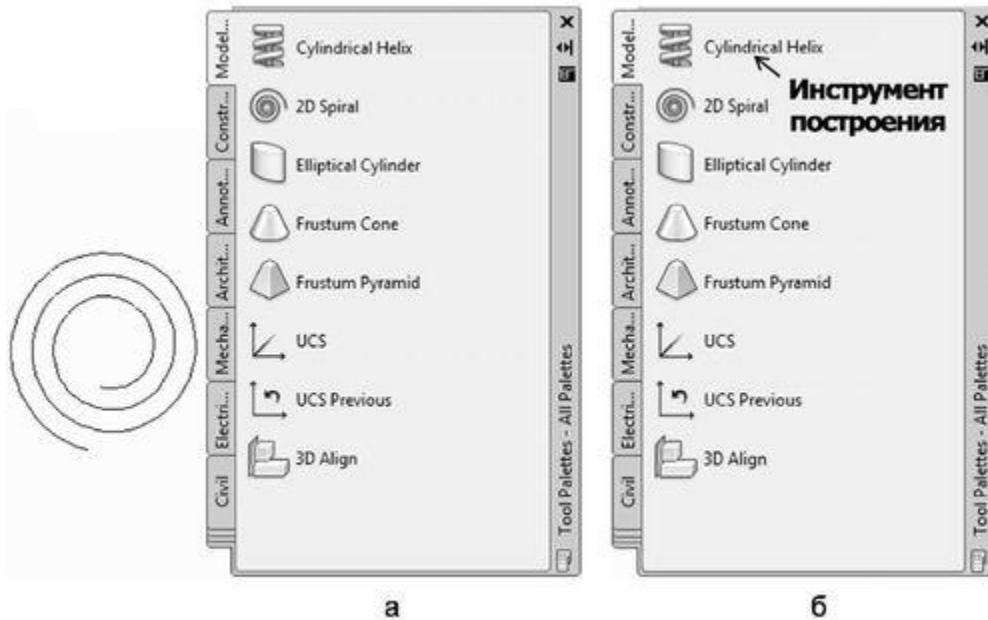

Рис. 1.9. Палитры инструментов
Окно Tool Palettes (Палитры инструментов), представленное на рис. 1.9, можно вызвать
2. Выделяем в рабочей области нужный объект (рис. 1.9а).
4. Будущее положение инструмента сначала обозначается черной горизонтальной чертой, а затем на трафарете появляется кнопка и название инструмента, принимаемое таким же, как и имя копируемого блока (рис. 1.9б).